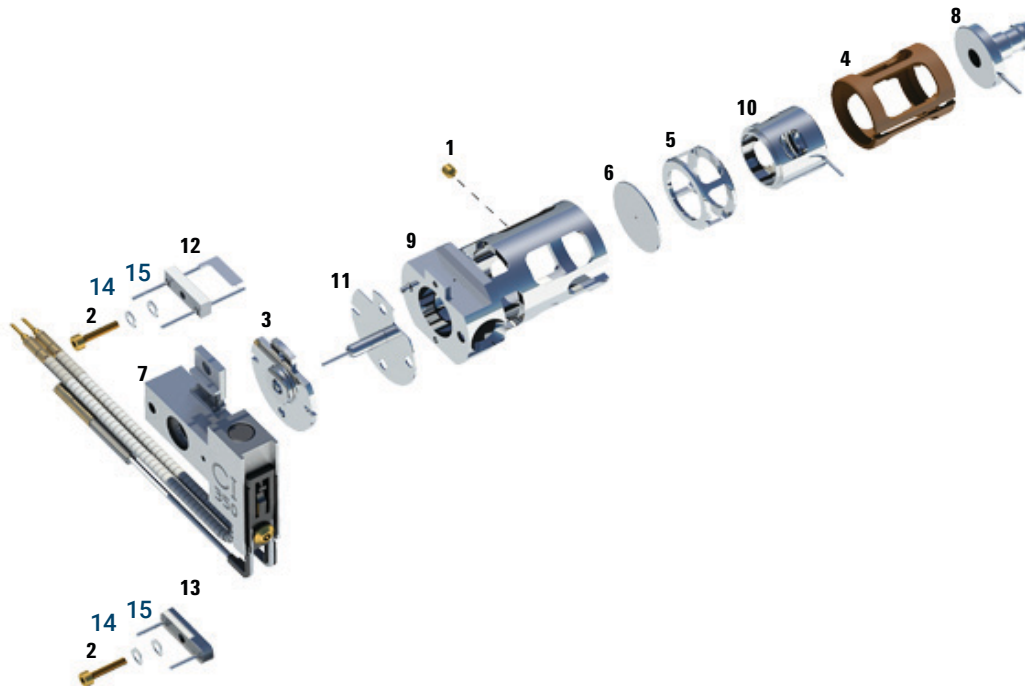

Abbildung 80. Montage der CI-Ionenquelle
Beachten Sie die Explosionsansicht der Teile **Abbildung 80** und die CI-Quellen-Teileliste **Tabelle 25** auf Seite 266, während Sie dieses Verfahren verwenden.
**Tabelle 25 Teileliste der CI-Quelle (Abbildung 80)**
**Tabelle 25 Teileliste der CI-Quelle (Abbildung 80) (Fortsetzung)**